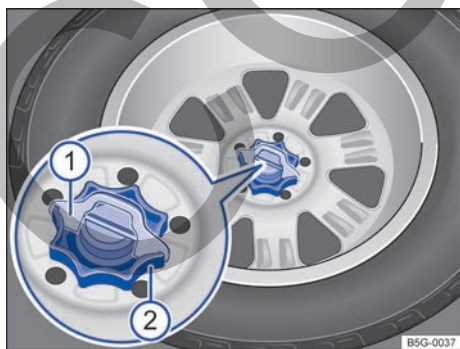

Fig. 171 En el maletero: ruedecilla para fijar la rueda de repuesto.
- Extraiga la cuña del seguro antigiro → **fig. 171** ① hacia arriba.
- Desenrosque completamente, en el sentido contrario al de las agujas del reloj, la ruedecilla central que sujeta la rueda de repuesto ②.